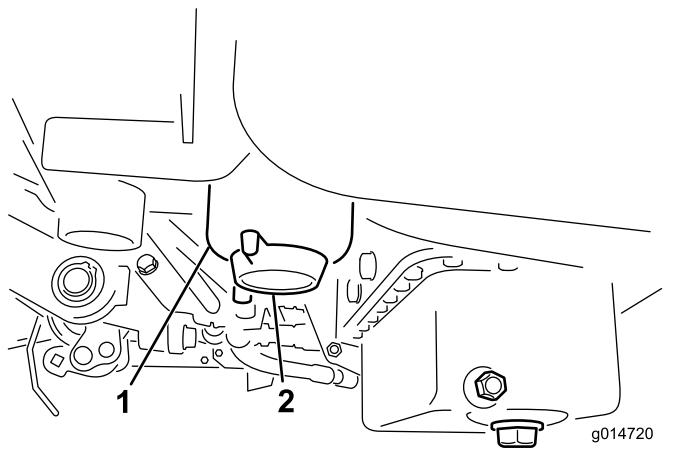

图30
3. 打开燃油滤清器上的排油塞大约旋转一周排干积水 **图30**。